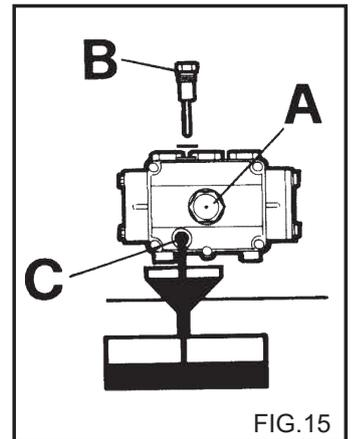

FIG. 15
2) Den Deckel mit dem Kontrollstab (fig. 15) aufdrehen.